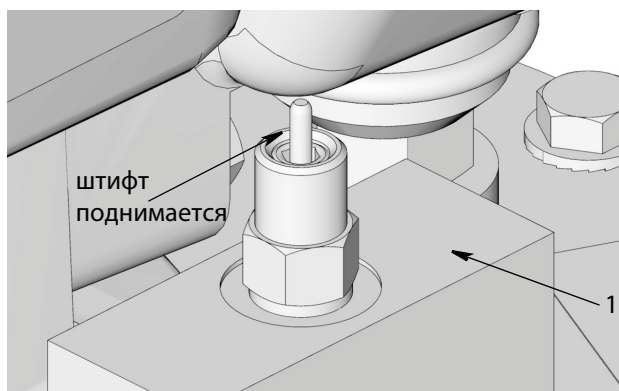

Рис. 18
14. Включите насос станции дистанционного заполнения (К) и заполните резервуар (F) так, чтобы указательный штифт на автоматическом запорном устройстве для заполнения (1) выдвинулся вверх (см. Рис. 18). В заполнительном насосе (К) поднимется давление и он перейдет в состояние срыва подачи.